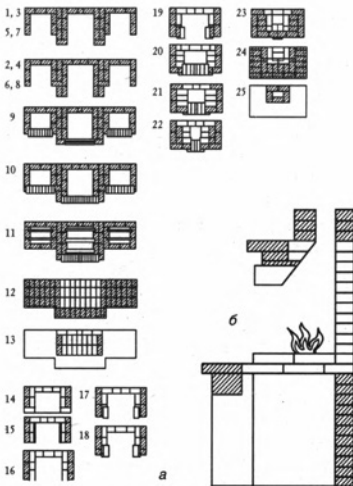

Рис. 39. Конструкция камина:
2. После того как фундамент отвердеет, гидроизолируйте его рубероидом и выполните кладку печи согласно порядовке (рис. 39).